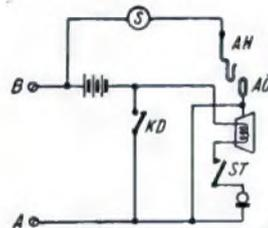

Bild 2. Schaltung bei Anwendung eines Handapparates mit Sprechtafste.
Wer Handapparate mit eingebauter Sprechtafste ST bekommen kann, dem wird der Bau der Stationen noch leichter, da er sich dann keinen Gabel- oder Hakenumschalter zu bauen braucht; vielmehr wird das Einschalten des Sprechstromkreises beim Anfaßen des Griffes durch die Sprechtafste vorgenommen. Beim Einhängen des Hörers in den Aufhängehaken (AH) schließt sich dagegen der Ruffstromkreis über die Aufhängeöse AO (Schaltung Bild 2).